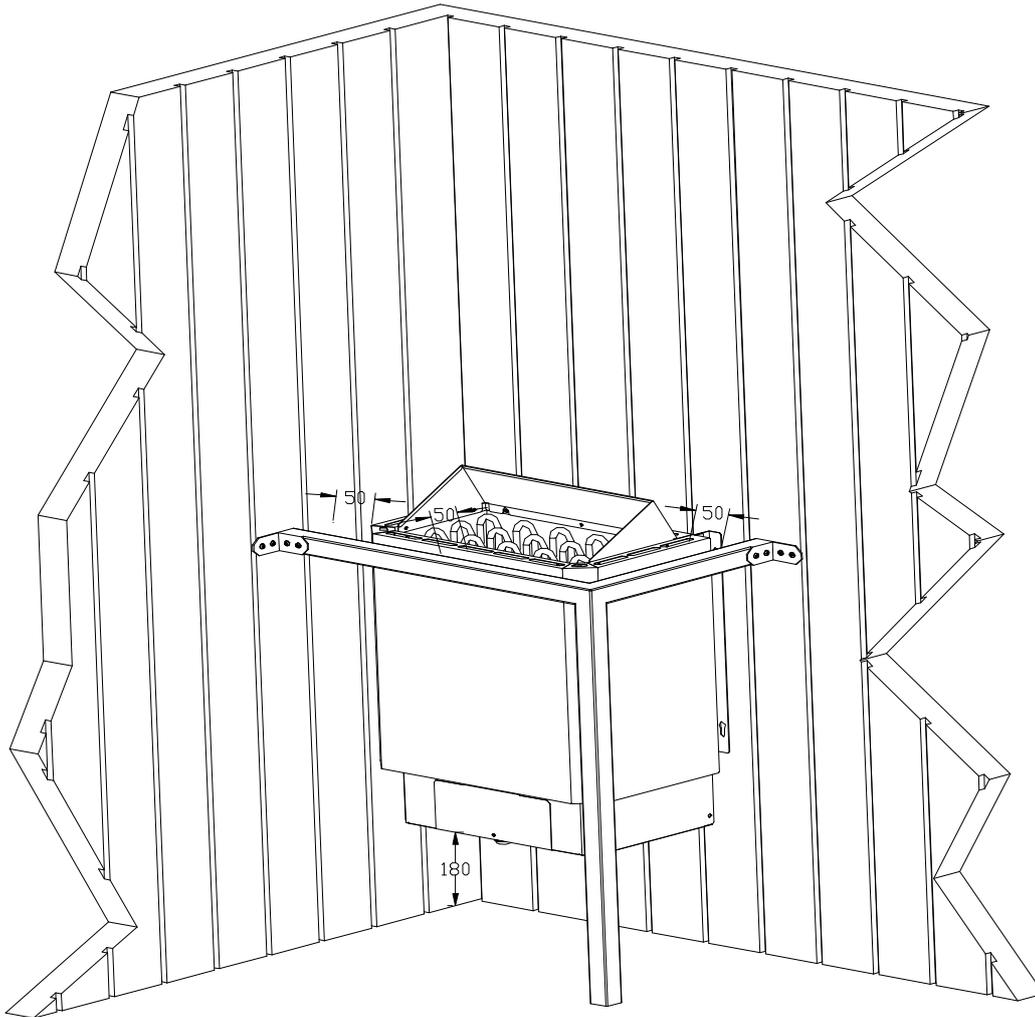

Figura 3
- La ubicación del calentador debe cumplir con los requisitos mínimos relativos a las distancias indicadas en la tabla 1 y la figura 3.
Se recomienda instalar un protector de calentador. El protector puede fabricarse en muchos tipos de diseños según la ubicación, pero se debe fabricar en un tamaño determinado, como se muestra en la tabla 1 y la figura 3.